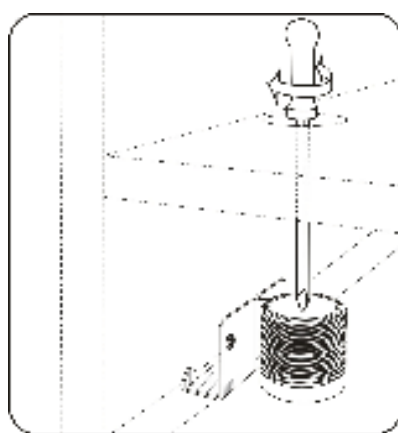

Rys.1
**1.0.0. ZESTAW SEGMENTOWY (poz.1; rys.1)**